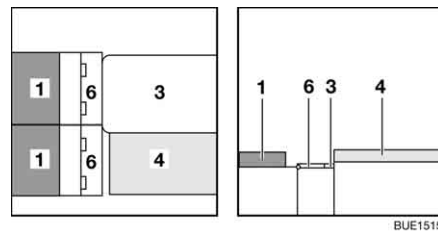

Fig. 138 Durante la trasformazione
- Aprire i due coperchi della cassapanca (Fig. 138,6) e posarli sul tavolo e sugli appoggi del sedile.
- Posizionare i cuscini dello schienale (Fig. 138,1) sulla cassapanca.